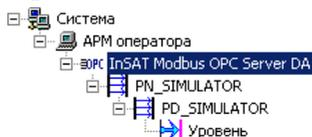

Рис. 1.3 OPC-переменные
4. По правой кнопке на АРМ оператора – Поиск OPC DA серверов –InSAT Modbus OPC server DA. По правой кнопке на АРМ оператора – Вставить OPC сервер – InSAT Modbus OPC server DA. По правой кнопке на InSAT Modbus OPC server DA – вставить OPC переменные – Уровень, рис.1.3